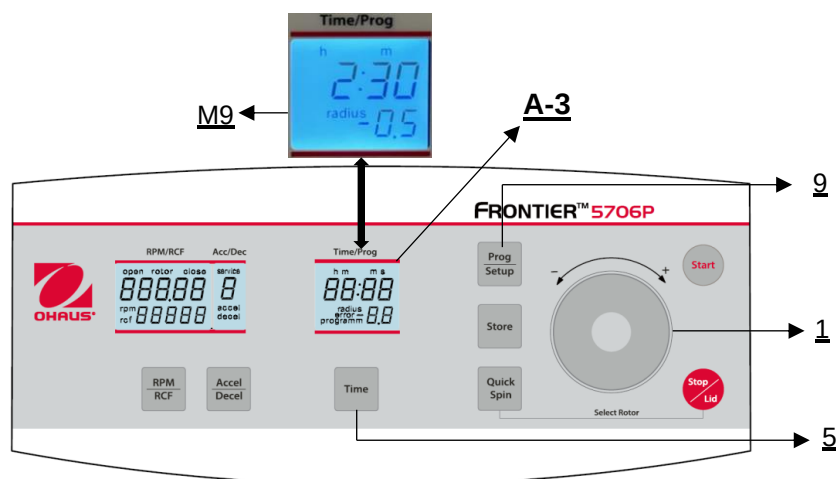

Abbildung 20
Schließen Sie zunächst den Zentrifugendeckel, drücken Sie dann gleichzeitig die Taste **"Time"** (5) und die Taste **"Prog/Setup"** (9) und halten Sie sie gedrückt (siehe Abbildung 20).